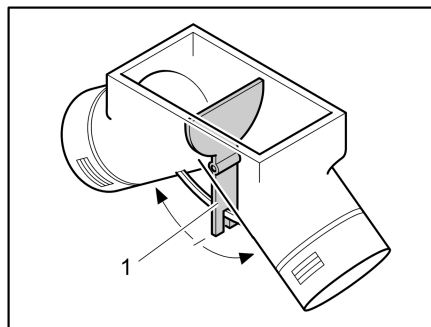

Fig. 111 Ventola di ricircolo dell'aria, sportello di impostazione su posizione centrale
Sulla posizione centrale l'aria calda si distribuisce uniformemente in entrambe le uscite di aria calda. La leva di comando (Fig. 111,1) per lo sportello di impostazione si trova sotto lo sportello del pavimento nell'armadio guardaroba.
- Spingere la leva di comando (Fig. 111,1) nella direzione della freccia fino alla posizione desiderata.